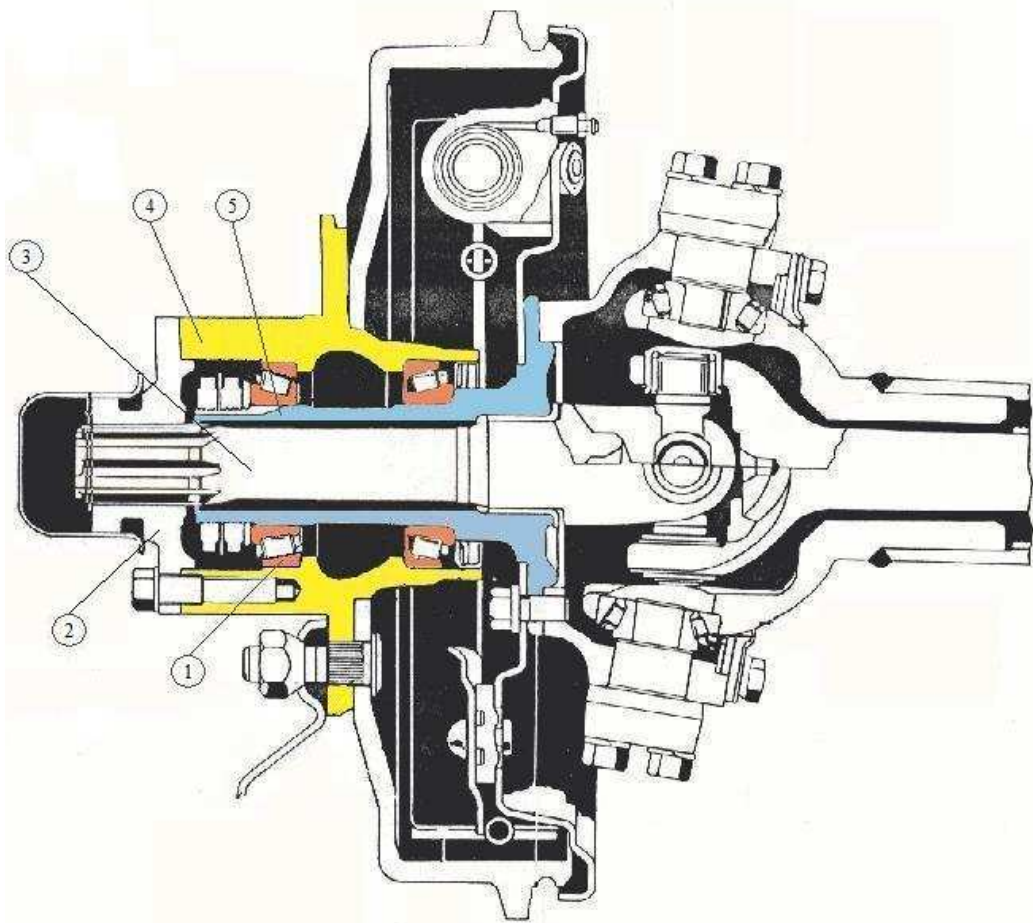

Figura 1 – Cubo dianteiro em corte
Para entender melhor como o sistema funciona, observa-se a Figura 1, onde é possível visualizar a parte móvel do cubo da roda (4), onde a roda é fixada; a parte fixa (5), com a ponta de eixo (3) passando no seu interior; os rolamentos cônicos (1), e a posição da roda livre (2), onde encontra-se montada uma flange fixa. As flanges são os componentes que foram substituídos pelas rodas livre.